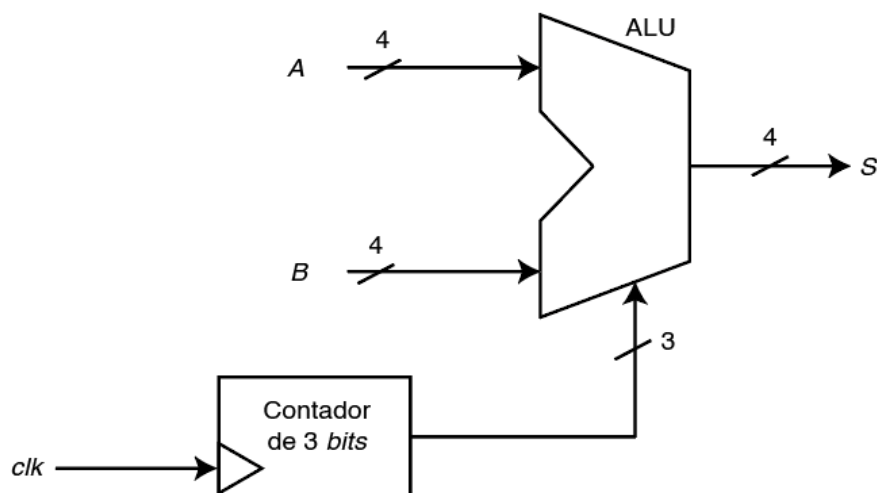

Figura 2 – Versão simplificada do circuito a ser utilizado para simulação.
3. Simule o funcionamento do circuito do ModelSim. Na simulação, fixe a entrada *A* = 9 e *B* = 3. Force um sinal de relógio na entrada de *clk* (escolha o período que desejar). É importante que a simulação contemple todas as operações da ALU. Na simulação, considere uma versão simplificada do circuito, sem incluir os *displays* de sete segmentos, conforme apresentado na Figura 2.